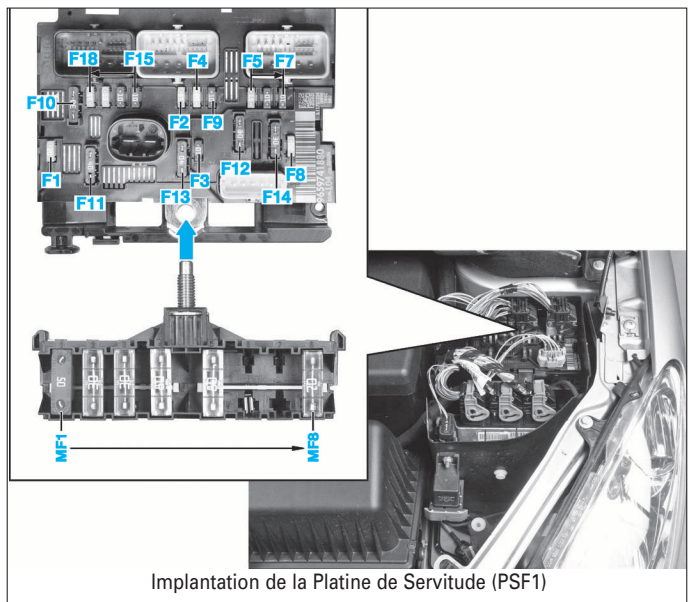

FIG. 1
- dans le compartiment moteur, à gauche de la batterie, sur la Platine de Servitude (PSF1) qui est constitué de deux modules (Fig.1).